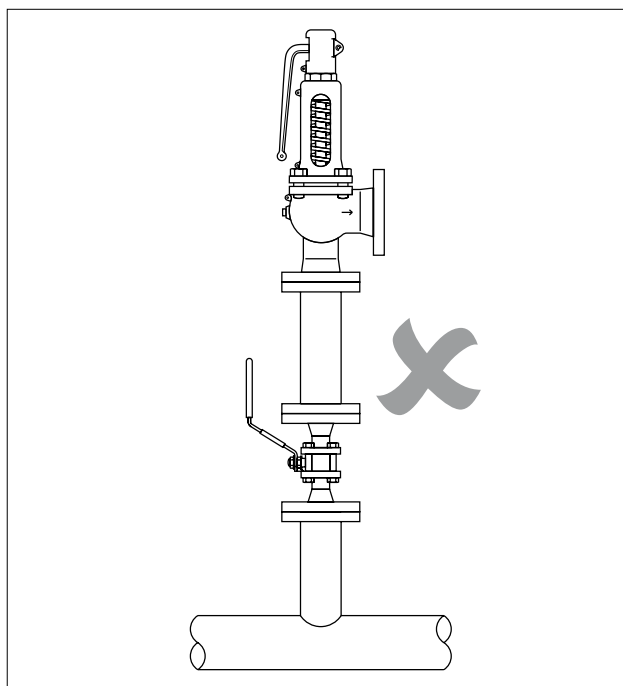

Bild 3
3. Zwischen dem Druckbehälter und dem Sicherheitsventil darf kein Absperrventil eingebaut werden (Bild 3).